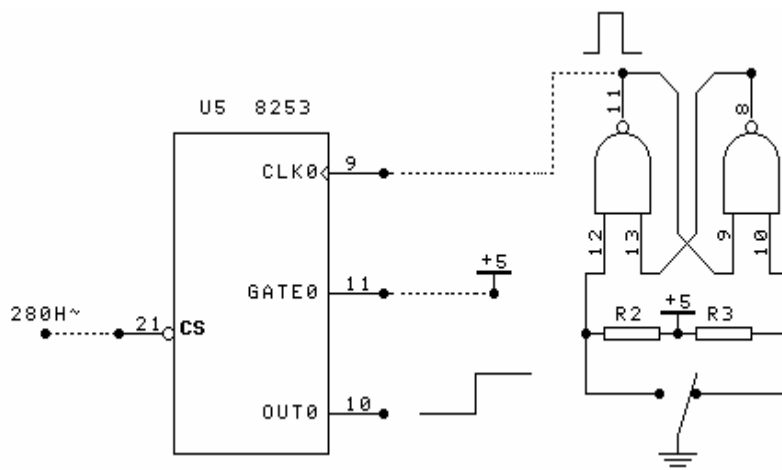

图 2-6
1. 按图2-6虚线连接电路，将计数器0设置为方式2，计数器初值为N（ $N \leq 0FH$ ），用手动逐个输入单脉冲，编程使计数值在屏幕上显示，并同时用逻辑笔观察OUT0电平变化（当输入N+1个脉冲后OUT0变高电平）。